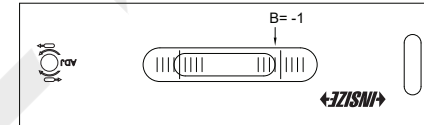

Fig.4
d) Cuando la burbuja deje de moverse, lea B en la escala (Fig.4).